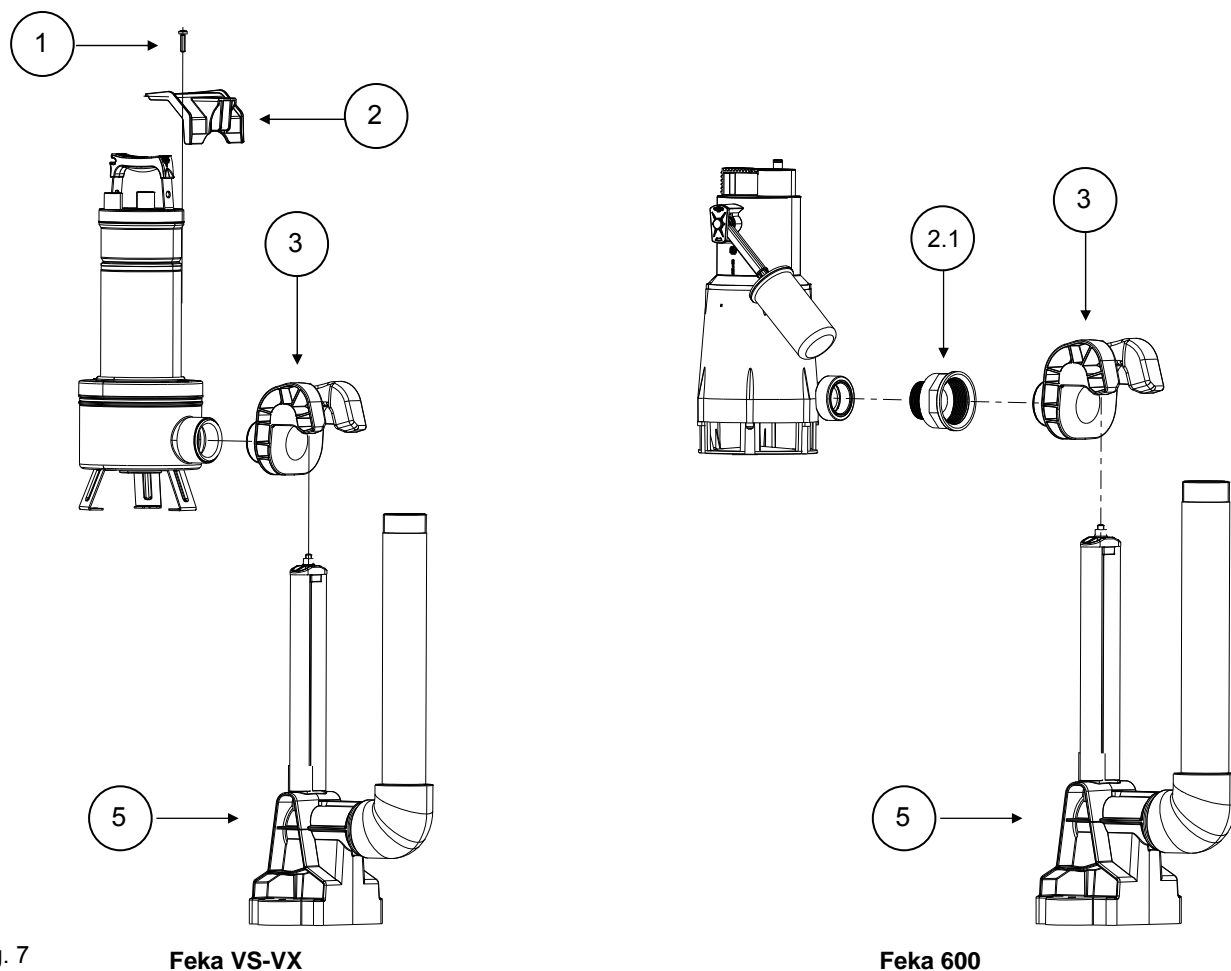

Fig. 7
- B. Extraer el patín (3) del pie de acoplamiento (5)
- C. Para FEKA 600: enroscar el empalme especial 2" F-1"1/4 M (2.1) en el patín de elevación (3) y de la bomba (ver fig. 7).
- Enroscar el patín (3) en el cuerpo de la bomba (ver fig. 7)
- Extraer el tornillo (1) del cuerpo de la bomba.
- Ensamblar el estribo antirrotación (2) en el patín y luego volver a atornillar el tornillo (1)